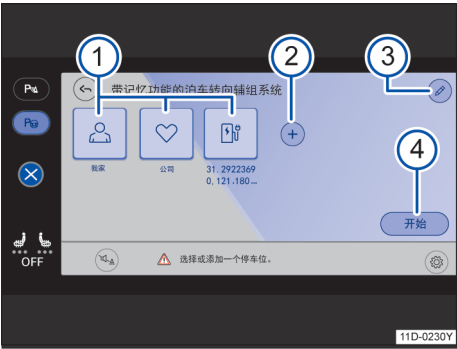

图 120 信息娱乐系统：带记忆功能的训练泊车辅助
→ 图 120 的图例：
1. 点击  → 图 120 ③。